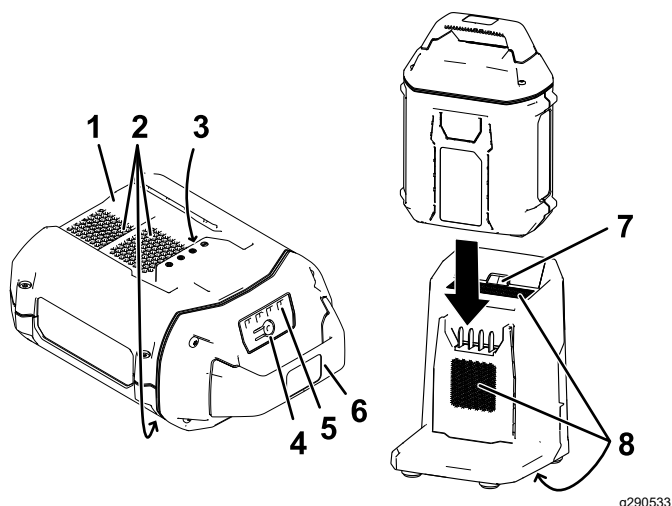

Figura 26
2. Alinhe a cavidade na bateria (Figura 26) com o ressalto no carregador.
3. Deslize a bateria para o carregador até que fique totalmente encaixada (Figura 26).